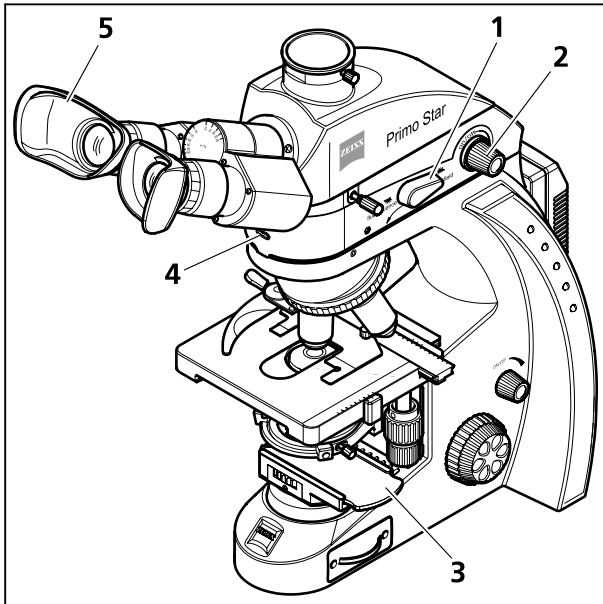

Figura 25 Ajustar luz reflejada - fluorescencia
- Llevar el conmutador para luz transmitida / luz reflejada (Figura 25/1) a la posición para luz reflejada (**Fluorescence**) (después de haberlo girado totalmente hacia arriba).
- Encender el LED del dispositivo de luz reflejada mediante el botón giratorio (Figura 25/2) y ajustar una luminosidad agradable para la observación. La lámpara piloto (Figura 25/4) en la parte delantera del dispositivo de luz reflejada luce azul, en lo cual la luminosidad de la misma corresponde a la intensidad luminosa ajustada para la luz reflejada.
- Para evitar fluorescencias parásitas (causadas por el LED de luz transmitida), llevar la posición de bloqueo de la corredera (Figura 25/3) a la trayectoria de los rayos.
Para trabajar en cuartos no oscurecidos se pueden utilizar las conchas oculares especiales con protección contra la luz (Figura 25/5). Sin embargo, no son apropiadas para personas que llevan gafas y no deben ser vueltas al revés para que no pierdan su estabilidad de forma.